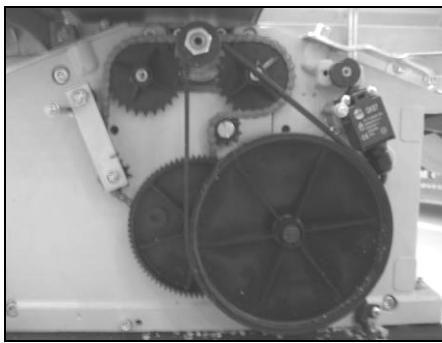

Fig 82
- Nettoyez régulièrement tout le mécanisme des entraîneurs de poussières et de copeaux. Utilisez une brosse ou de l'air comprimé (Fig 82).